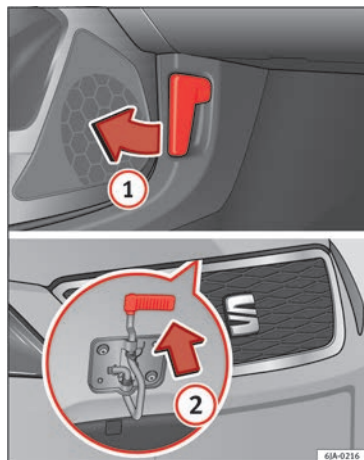

Fig. 204 Desbloqueo del capó del motor.
- Tire de la palanca (1) » fig. 204 que se encuentra bajo el tablero de instrumentos en el sentido que indica la flecha.
- Tire de la palanca de seguridad en la dirección de la flecha (2) » fig. 204, el capó se desbloquea.